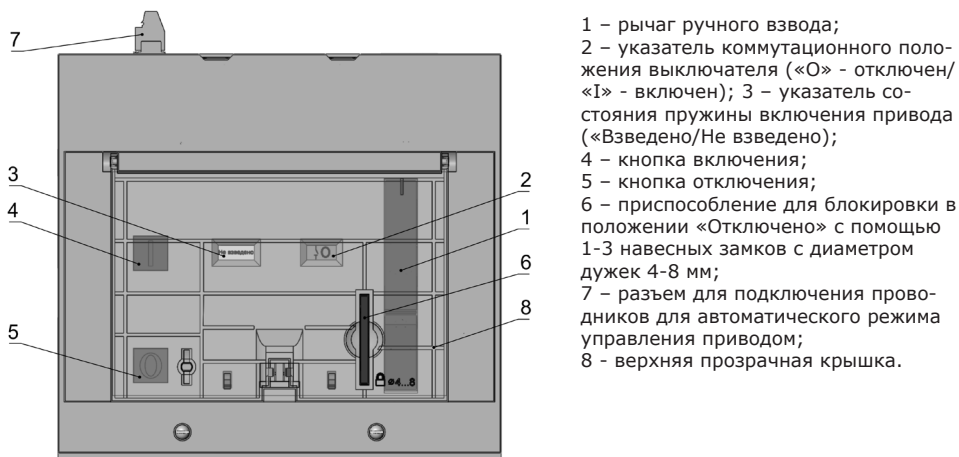

Рисунок 1 – Внешний вид лицевой панели привода
3.3 Доступно два режима управления приводом: ручной и автоматический. Смена режимов управления обеспечивается положением верхней прозрачной крышки (поз.8 рисунок 1). При закрытой верхней прозрачной крышке управление приводом может осуществляться только в автоматическом режиме, так как доступ к элементам ручного управления недоступен. При открытой верхней прозрачной крышке управление приводом может осуществляться только в ручном режиме.
3.4 Включение выключателя осуществляется за счет запасенной энергии пружины включения привода. Взвод пружины включения, в зависимости от выбранного режима управления, может осуществляться в ручном режиме - рычагом ручного взвода (поз.1 рисунок 1), в автоматическом режиме - встроенным электродвигателем.
Когда верхняя прозрачная крышка находится в открытом положении, управление осуществляется с помощью кнопок включения (поз. 4 рисунок 1) и отключения (поз.5 рисунок 1); взвод пружины включения осуществляется рычагом ручного взвода.
1	Взвод пружины включения рычагом ручного взвода ~35 манипуляций. Выключатель и привод приведены в состояние готовности к включению. Указатель коммутационного положения выключателя (поз.2 рисунок 1) показывает «О» - отключен. Указатель состояния пружины включения привода (поз.3 рисунок 1) показывает «Взведено».
XS2 – разъем для подключения проводников (поз.7 рисунок 1);
3.7 Привод может быть заблокирован с помощью 1-3 навесных замков (в комплект поставки не входят) с диаметром дужек 4-8 мм. Для этого необходимо перевести автоматический выключатель в коммутационное положение «Отключено», закрыть верхнюю прозрачную крышку привода, выдвинуть из корпуса привода скобу с отверстиями (поз.6 рисунок 1) и установить навесные замки. После вышеуказанных действий выполнение приводом любой команды, как в ручном, так и в автоматическом режиме управления, становится невозможным.